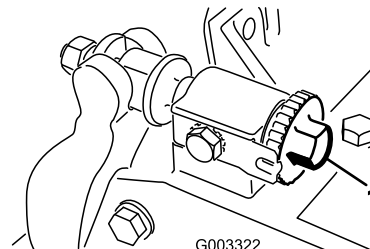

Рисунок 11
1. Установите режущий блок на ровную горизонтальную поверхность. Поверните регулировочные винты планки неподвижного ножа против часовой стрелки, чтобы планка не касалась барабана (Рисунок 11).
Внимание: Убедитесь в том, что гайки с обратной стороны регулировочных винтов планки неподвижного ножа не упираются в рабочую поверхность (Рисунок 11).